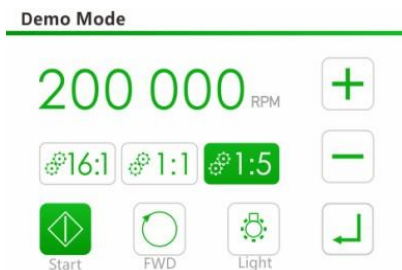

Figura 7
5.7.4 En la configuración de la interfaz, toque la tecla “11” para ingresar a la interfaz que se muestra en la Figura 7 para seleccionar el idioma.